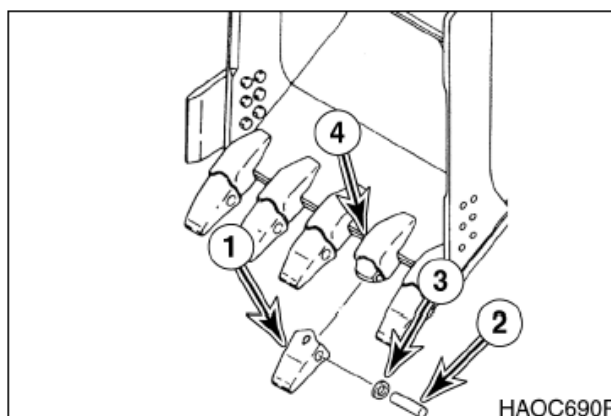

Рис. 93
2. Чтобы заменить зуб (1, рис. 93), использовать молоток и зубило, чтобы сдвинуть стопорный штифт (2) и стопорную шайбу (3) с адаптера зуба (4).